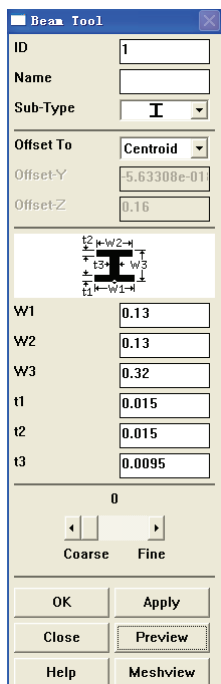
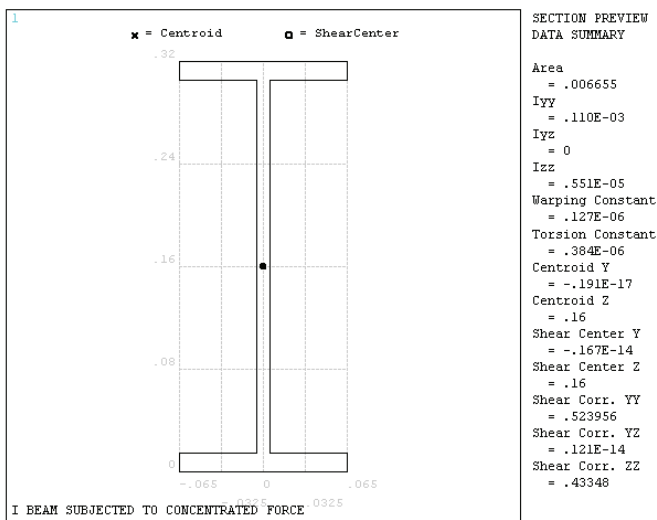

图 3-54 输入工字梁特征参数对话框
图 3-55 工字梁信息显示对话框
4) 选择 Main Menu | Preprocessor | Sections | Beam | Common Sections 命令, 出现 Beam Tool 对话框, 在 Sub-Type 下拉选框中选择工字梁标记, 在 W1、W2、W3、t1、t2、t3 输入栏中分别输入 32a 型工字梁的特征参数, 如图 3-54 所示。单击 Preview 按钮, ANSYS 显示窗口将显示工字梁的相关信息, 如图 3-55 所示, 单击 Beam Tool 对话框中的 Close 按钮关闭该对话框。